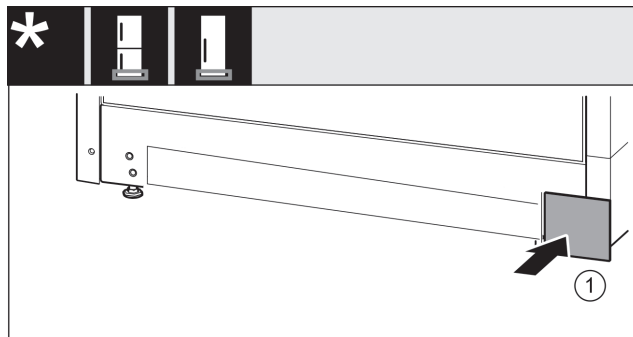

Fig. 33
- Riapplicare la copertura Fig. 33 (1) sull'altro lato.